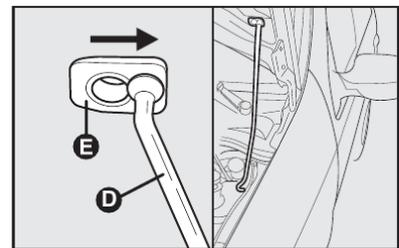

fig. 116
- 4) introduzir a extremidade da vareta **D** na abertura **E** do capô do motor e deslocá-la no sentido da seta **fig. 116**.